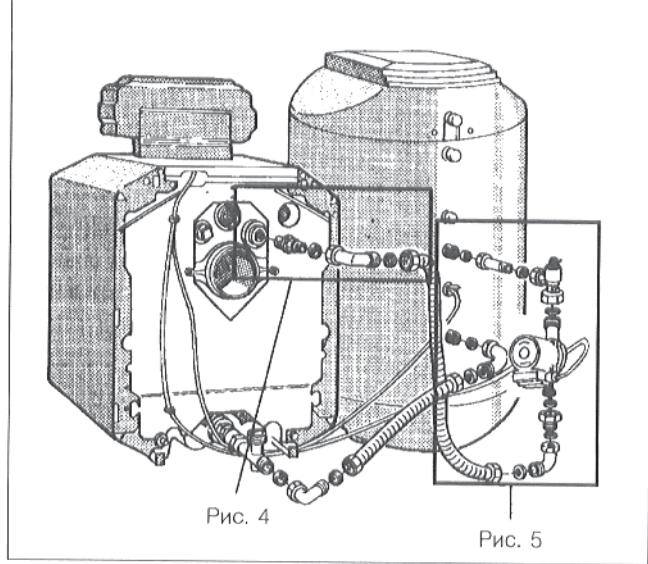
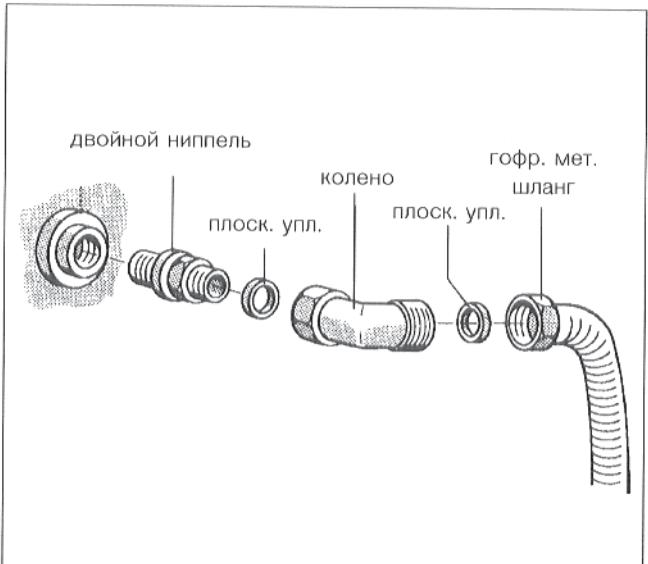
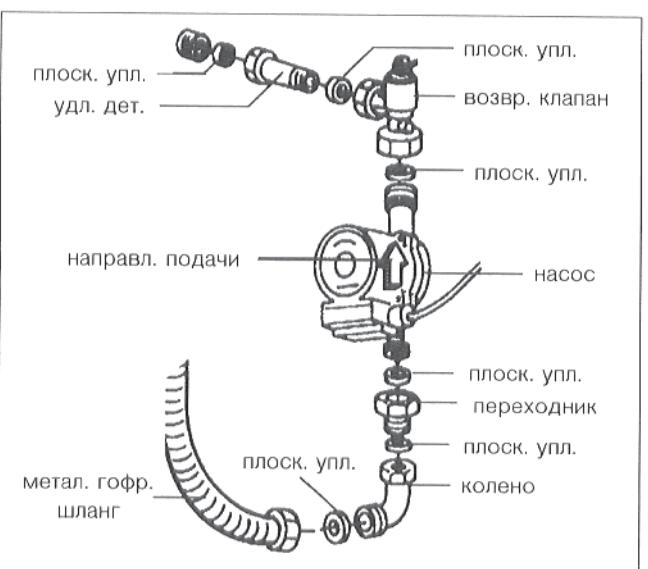

Рис. 3
Рис. 4
Рис. 5
- Ввинтить двойной ниппель в отверстие подводящей линии у отопительного котла (рис. 3, рис. 4).
- Вложить плоское уплотнение в накидную гайку колена и привинтить колено к двойному ниппелю (рис. 3, рис. 4).
- Вложить плоское уплотнение в накидную гайку гофрированного металлического шланга подводящей линии (длинный шланг), придать шлангу надлежащую форму и привинтить к колену. (рис. 3, рис. 4).
- Вложить плоское уплотнение в накидную гайку удлинительной детали и привинтить удлинитель к подводящей линии бойлера (рис. 3, рис. 5).
- Вложить плоское уплотнение в накидную гайку возвратного клапана и привинтить возвратный клапан к удлинительной детали (рис. 3, рис. 5).
- Вложить плоское уплотнение для насоса ( $\varnothing 44 \times 28 \times 2$ ) в другую накидную гайку возвратного клапана и привинтить заправочный насос бойлера к возвратному клапану. Направление подачи должно показывать вверх. (рис. 3, рис. 5).
- Вложить второе плоское уплотнение для насоса ( $\varnothing 44 \times 28 \times 2$ ) в переходник и привинтить переходник к всасывающему патрубку заправочного насоса бойлера (рис. 3, рис. 5).
- Вложить плоское уплотнение во вторую накидную гайку гофрированного металлического шланга и привинтить шланг к переходнику (рис. 3, рис. 5)